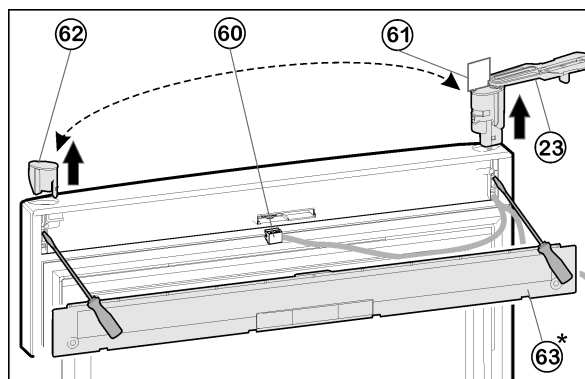

Fig. 11
- ▶ С помощью отвёртки выведете из зацепления крышку Fig. 11 (63) на дверце.
- ▶ Отсоедините разъем Fig. 11 (60).
- ▶ На верхней дверце поверните опорный кронштейн *Fig. 11 (23)* наружу параллельно краю дверцы.
- ▶ При помощи отвертки вытолкните опорный кронштейн *Fig. 11 (23)* снизу и снимите с двери вместе с кабелем.
- ▶ Извлеките пробку *Fig. 11 (62)* снизу при помощи отвертки и вставьте на другой стороне.
- ▶ Проденьте кабель опорного кронштейна *Fig. 11 (23)* на противоположной стороне и установите опорный кронштейн.
- ▶ Снимите шаблон *Fig. 11 (61)* и закрепите на опорном кронштейне.
- ▶ Вставьте разъем *Fig. 11 (60)*.
- ▶ Зафиксируйте крышку *Fig. 11 (63)* на дверце.